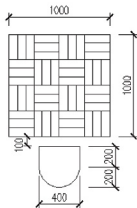
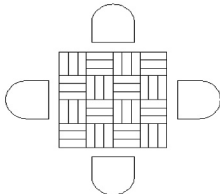

图 2.146 绘制餐桌和凳子
图 2.147 生成其他凳子
- (1) 绘制 1000mm × 1000mm 矩形，绘制右下角矩形内图案。
- (2) 执行两次【环形阵列】命令生成桌面图形。
- (3) 用定义相对坐标基点和【矩形】命令绘制凳子，并修改成图 2.146 所示的效果。
- (4) 借助于辅助线（桌子的对角线），用夹点编辑命令将图 2.146 变成如图 2.147 所示的效果。